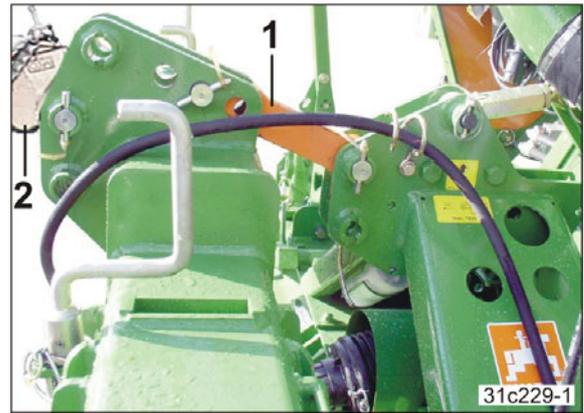

Fig. 24
10. Fissare entrambe le macchine con l'elemento di giunzione (Fig. 24/1).
12. La lunghezza della barra superiore del trattore (Fig. 24/2) va regolata in modo che il rotocoltivatore/l'erpice rotante sia pressappoco orizzontale quando si trova nella posizione di lavoro.